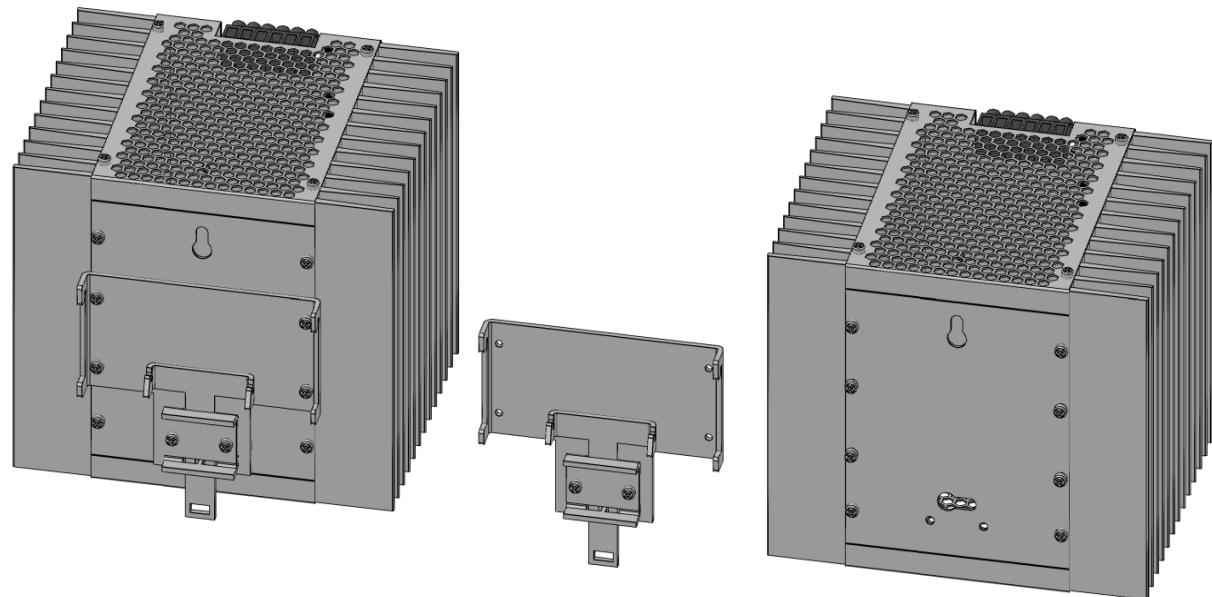

Рисунок 5. Демонтаж крепежного механизма.
**6.4** Базовым конструктивным вариантом изготовления ИПС является исполнение с установкой на DIN-рейку. При необходимости установки ИПС на вертикальную плоскость (настенный вариант), достаточно отвинтить 4 крепежных винта и демонтировать единый крепежный механизм (см. рис. 5).